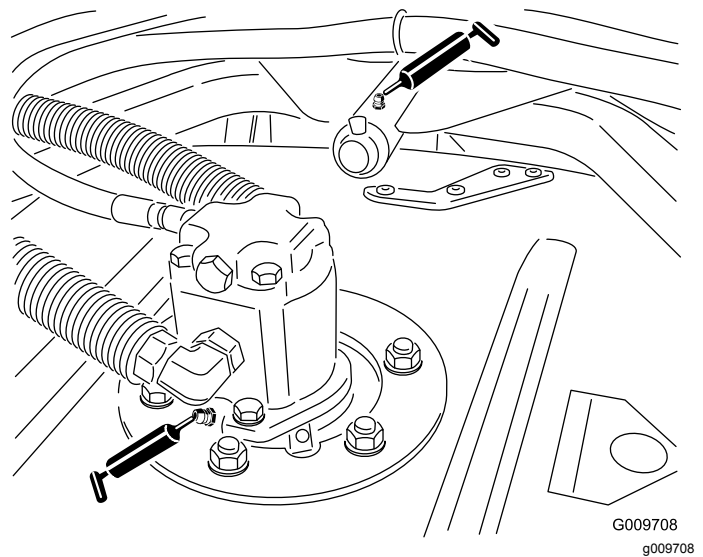

Figure 47
- Roulements d'axes de pivots de plateau de coupe (1 par plateau) (Figure 47)
- Bagues de bras de bâti porteur de plateau de coupe (1 par plateau) (Figure 47)